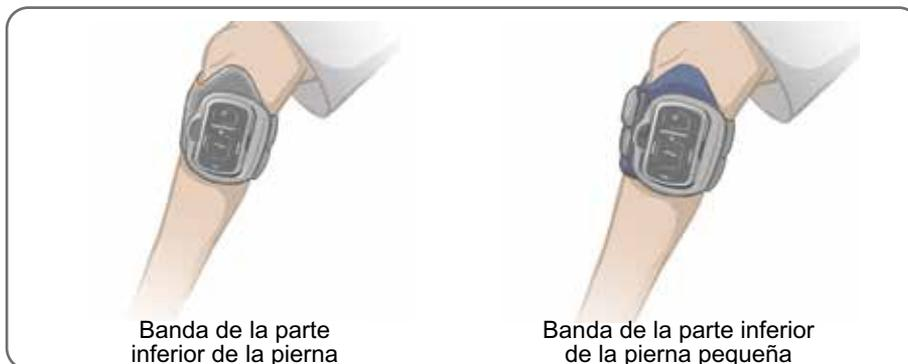

Ilustración 6-14: Banda de la parte inferior de la pierna abrochada en la pierna
5. Asegúrese de que la banda de la parte inferior de la pierna esté colocada en la posición correcta. Consulte la ilustración 6-14. Recoloque la banda de la parte inferior de la pierna, según precise. Ajuste los cierres de gancho y lazo para lograr un ajuste bien ceñido. Consulte la ilustración 6-12.